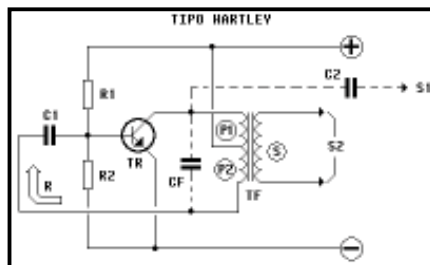

FIG 2
- **FIG. 2 – OSCILADOR TIPO HARTLEY** – Essa organização circuitual osciladora básica guarda uma certa semelhança com o modelo